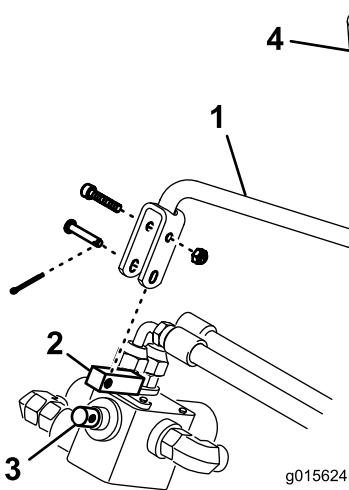

Figura 10
19. Monte a alavanca de inclinação na pega com um parafuso de cabeça sextavada e porca de bloqueio (Figura 10).
20. Instale o manípulo de controlo na pega (Figura 10).